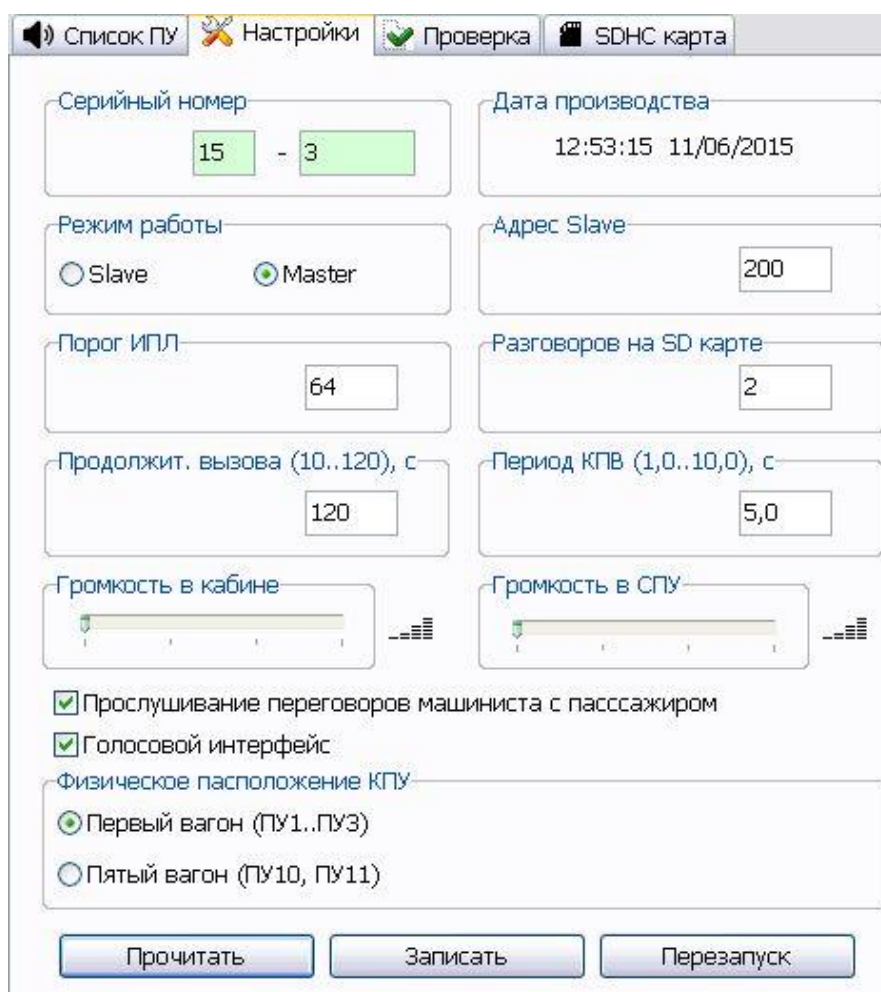

Рисунок 21 - Вкладка «Настройка»
14.2.9 На вкладке «Настройка» (рисунок 21) расположен перечень настраиваемых параметров КПУ.